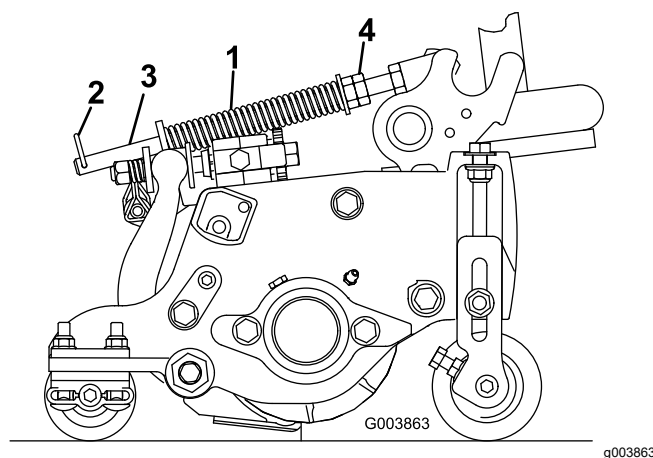

Рисунок 51
Пружина компенсации состояния грунта (Рисунок 51) переносит вес с переднего на задний валик. Это препятствует образованию на грунте волнообразных неровностей (так называемых «волн» или «трясок»).
1. Убедитесь, что игольчатый шплинт вставлен в заднее отверстие штока пружины (Рисунок 51).
2. Затяните шестигранные гайки на переднем конце штока пружины так, чтобы длина сжатой пружины была равна 15,9 см; см. Рисунок 51.